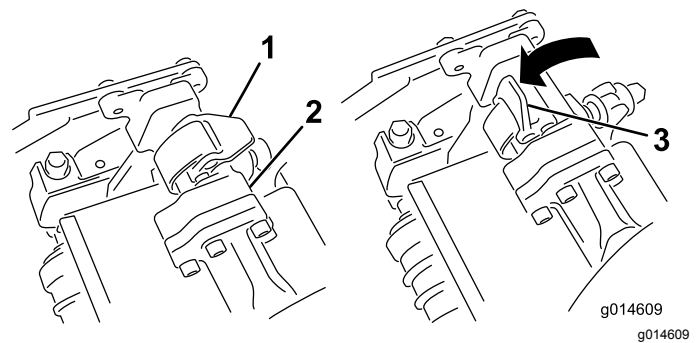
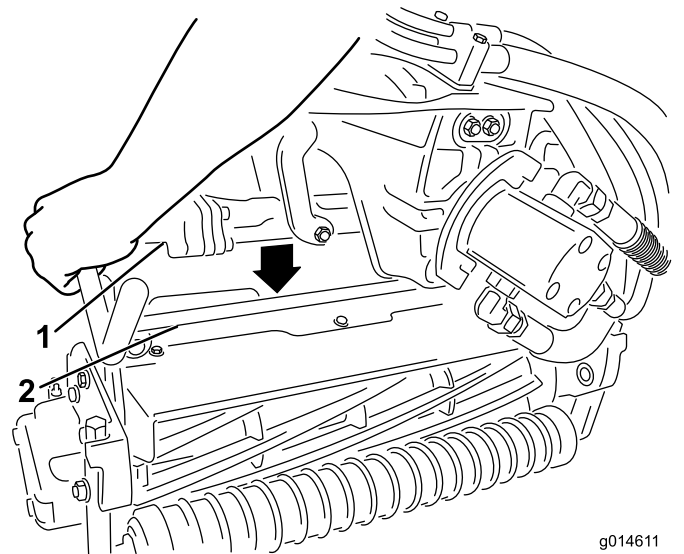

Figura 45
Figura 46
4. Presione los enganches hacia abajo alrededor de la barra de la unidad de corte y bloquéelas (Figura 45).
3. Con los enganches del brazo de suspensión orientados hacia arriba (es decir, abiertos (Figura 45), empuje hacia abajo el brazo de suspensión de modo que la barra encaje en la barra situada en la parte superior de la unidad de corte (Figura 46).
- Abra los enganches de la barra del brazo de suspensión de la unidad de corte que está retirando (Figura 45).